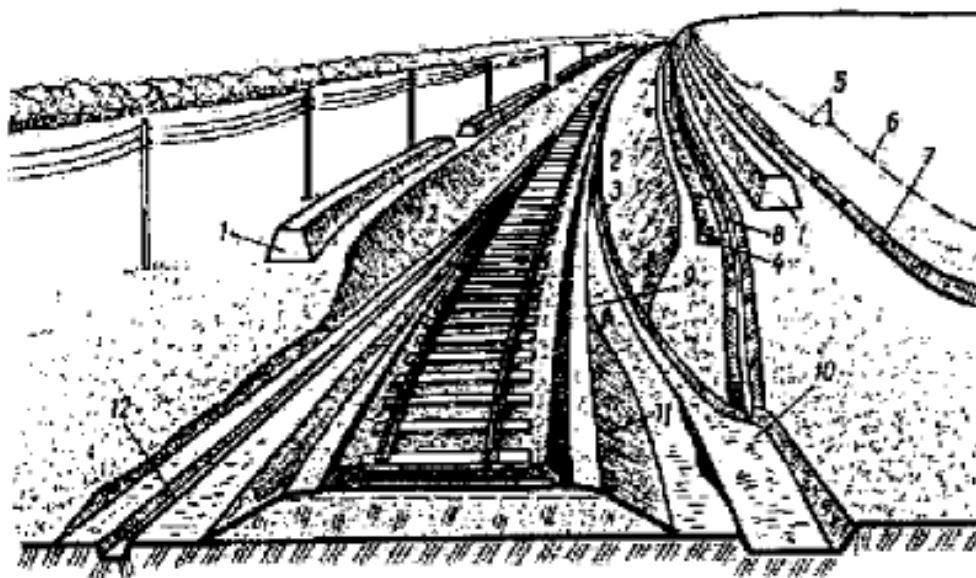

Рис. 1. Элементы земляного полотна
**Текст задания:** Опишите назначение земляного полотна и требования, предъявляемые к нему. Укажите названия элементов 1-12, представленных на рис. 1, заполнив табл. 6.